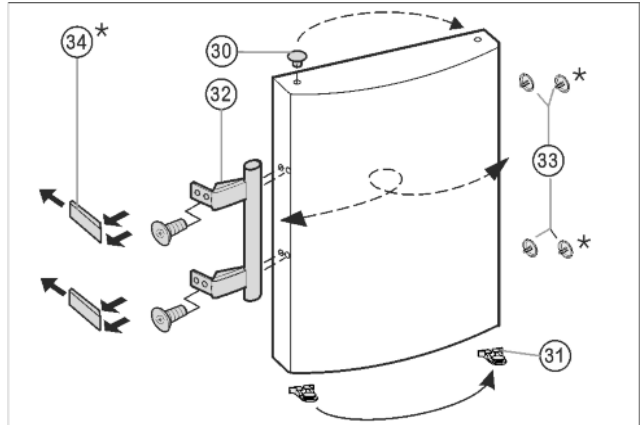

Fig. 8
- ▶ Trň Fig. 8 (33) z ložiskového puzdra dverí vyberte a premiestnite.
- ▶ Odmontujte držadlo dverí Fig. 8 (32), trne Fig. 8 (33) a prítlačné platničky\* Fig. 8 (34) a premiestnite na opačnú stranu.